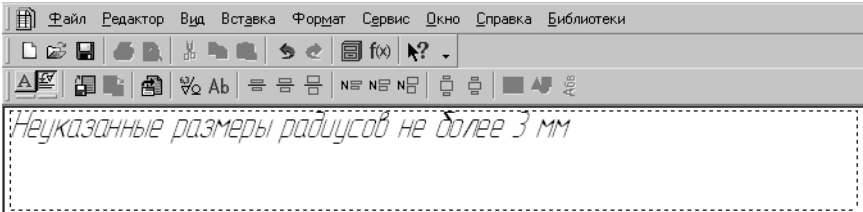

Рис. 51.123.
2. Введите первую строку технических требований, как это показано на рис. 51.123.